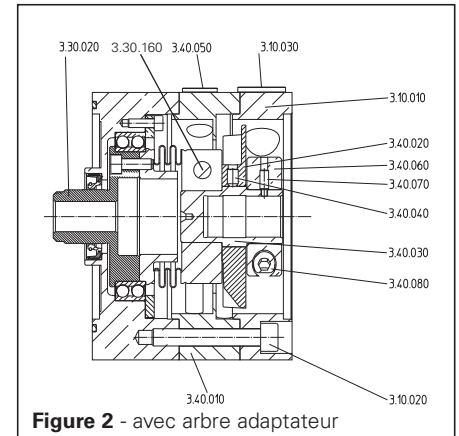

Figure 2 - avec arbre adaptateur
2.2 Montage du ventilateur sur réducteurs avec arbre adaptateur (figure 2)